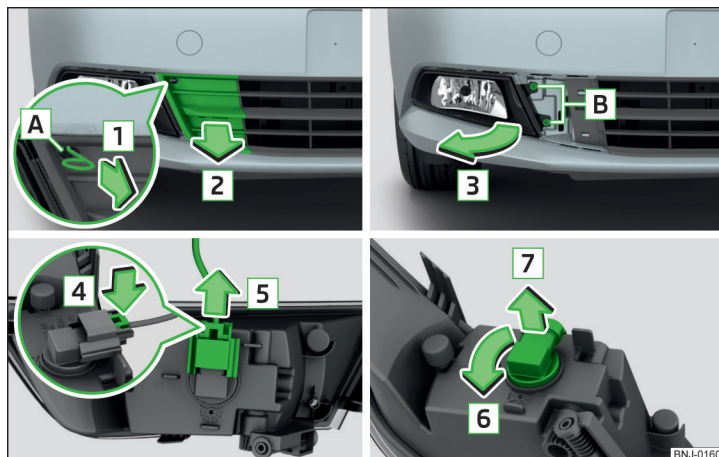

Fig. 213 Afmontering af tågeforlygte / Udskiftning af tågeforlygte
- › Løsn beskyttelseskapperet ved at trække i krogen i pilens retning **1** » Fig. 213.
- › Tryk låsemekanismen på stikket ind i pilens retning **4** » Fig. 213.
- Sæt tågeforlygten i modsat pilens retning **3** » Fig. 213, og skru den fast.